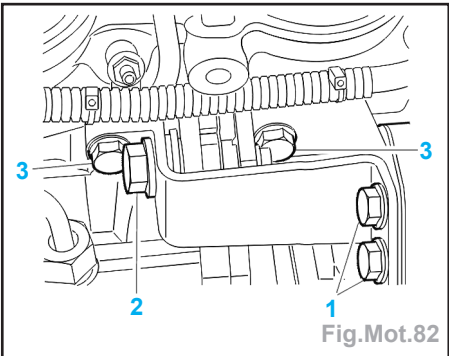

Fig.Mot.82
- Déposer (Fig.Mot.82) :
- les vis de support arrière de pompe (1),
- la vis de fixation de la patte sur le support (2),
- les vis du support de patte sur la culasse (3).